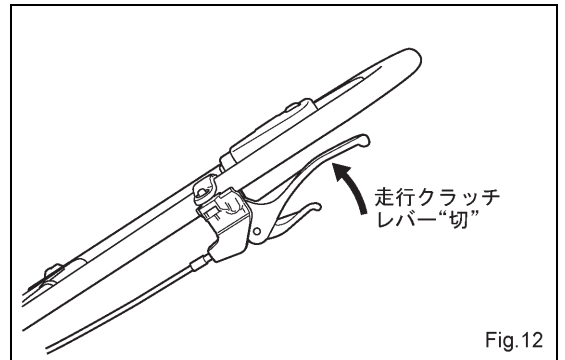

Fig.12
- (1) スイッチレバーを戻し、走行クラッチレバーが“切”位置になっている事を確認してください。(Fig.12)
- (2) 走行クラッチレバーを“切”位置にします。(Fig.12)